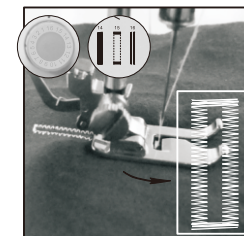

Fig.19
- (6) Valitse ommel #16, käännä taas valitsin ja ompele kunnes napinreikä on valmis (fig.19).